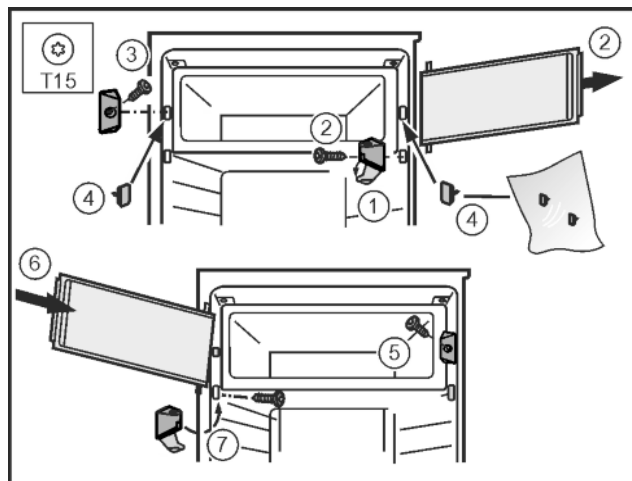

Fig. 14
- ▶ Откинуть крышку на кронштейне. Fig. 14 (1)
- ▶ Снятие двери морозильного отделения: открутить кронштейн отверткой T15. Fig. 14 (2)
- ▶ Открутить концевой замок отверткой T15. Fig. 14 (3)
- ▶ Закрывать образовавшиеся отверстия прилагающимися пробками. Fig. 14 (4)
- ▶ Установить концевой замок с помощью отвертки T15. Fig. 14 (5)
- ▶ Установить дверцу морозильного отделения сверху. Fig. 14 (6)
- ▶ Установить кронштейн и примкнуть крышку. Fig. 14 (7)